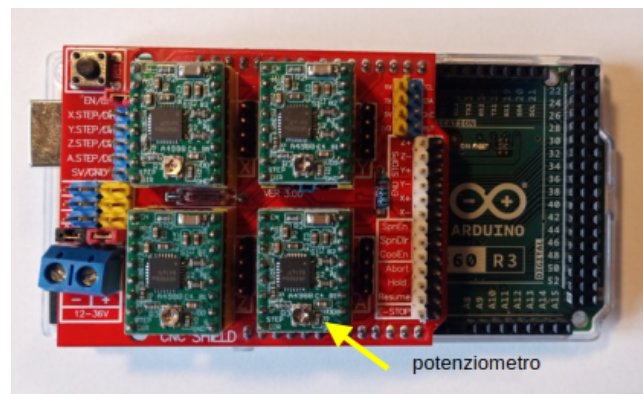

Figura 5: Controllore completo di driver
**Nota 1:** i driver devono essere maneggiati con cura perché si danneggiano facilmente (per elettricità statica?) e soprattutto devono essere installati nel verso giusto. Il piccolo potenziometro di regolazione della corrente massima deve stare dal lato dei morsetti per l'alimentazione del motore. Vedere figura 5.
La regolazione si effettua tramite i piccoli potenziometri installati su ciascun driver (vedi figura 5), procedendo per tentativi e tenendo presente che una rotazione in senso orario aumenta il valore di corrente.